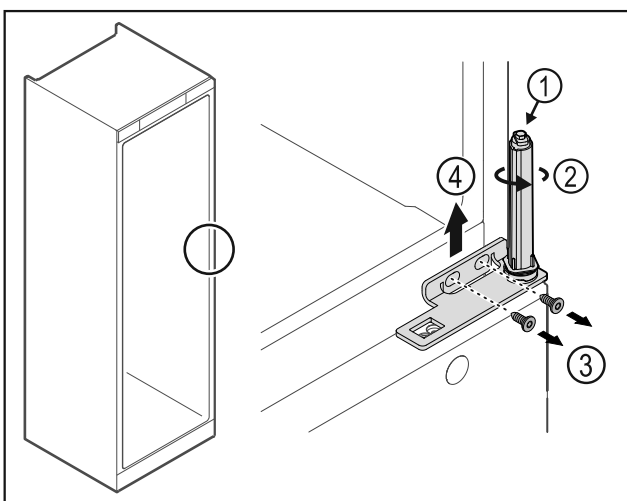

Fig. 33
- ▶ Μην αποσυναρμολογείτε το σύστημα κλεισίματος πόρτας Fig. 33 (1).
- ▶ Περιστρέψτε το σύστημα κλεισίματος Fig. 33 (2), μέχρι να κάνει κλικ.
- ▶ Λύστε τις βίδες Fig. 33 (3), αφαιρέστε τη γωνία μεντεσέ προς τα επάνω Fig. 33 (4).